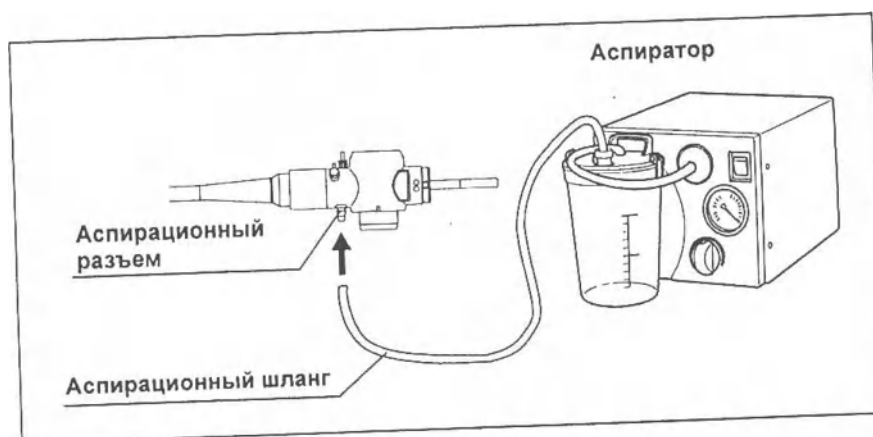

Рис. 3.22
11. Подключите аспирационный шланг аспиратора к аспирационному разъему на световодном разъеме эндоскопа (см. Рис. 3.22).